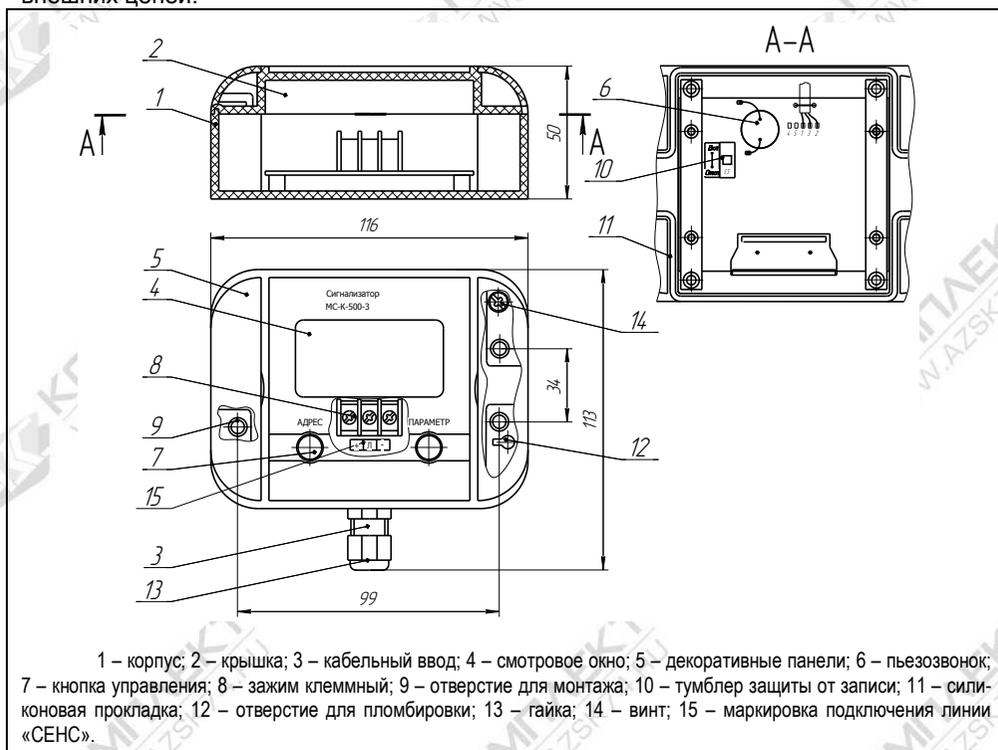

Рисунок 1.1
2.3.3 Крепление сигнализатора МС-К-500-3 осуществляется к плоской поверхности при помощи саморезов через отверстия для монтажа 9 (рисунок 1.1).